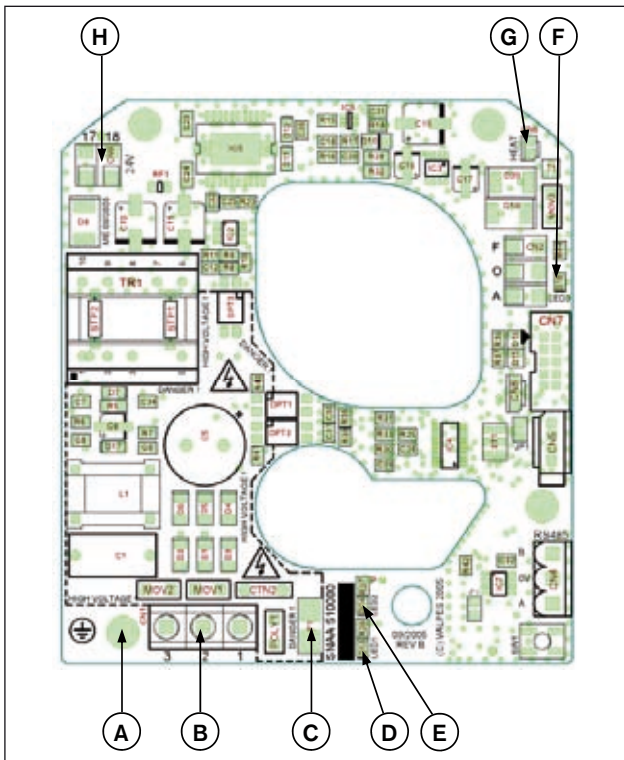
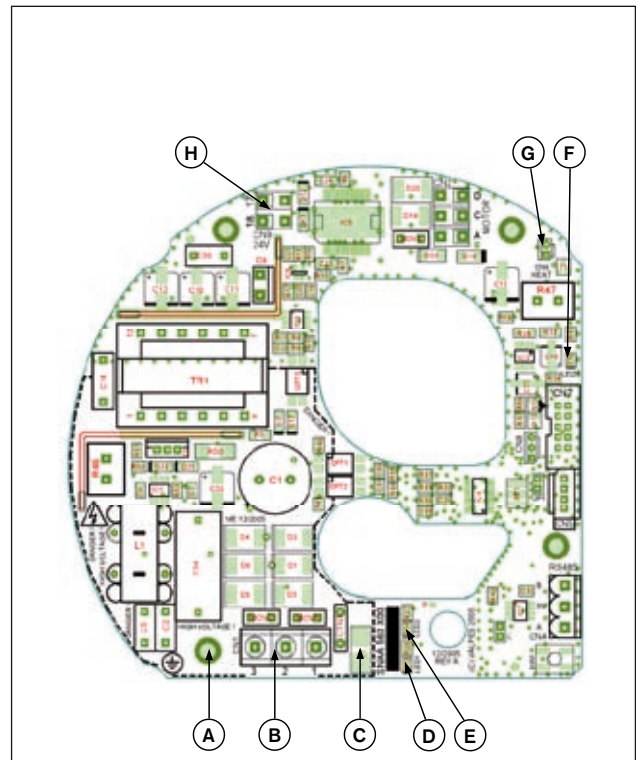

Bild 20: Stromversorgungskarte für Antriebe mit 25 - 1 000 Nm (außer 300 Nm)
Bild 21: Stromversorgungskarte für Antriebe mit 300 Nm
- Hierzu die Erdungsschraube lösen und Öse des Erdungskabels mit der Erdungsschraube befestigen (siehe *Bild 20: Stromversorgungskarte für Antriebe mit 25 - 1 000 Nm (außer 300 Nm)* und *Bild 21: Stromversorgungskarte für Antriebe mit 300 Nm*).